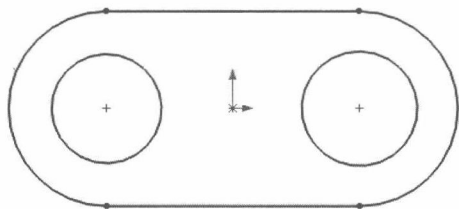

图 1.16 绘制轮廓
- (3) 以原点为中心，大致绘制轮廓，如图 1.16 所示。